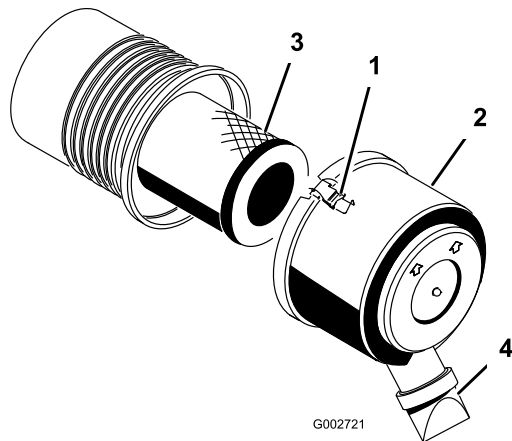

Figura 28
1. Abra los enganches que sujetan la tapa del limpiador de aire a la carcasa del limpiador de aire (Figura 28).